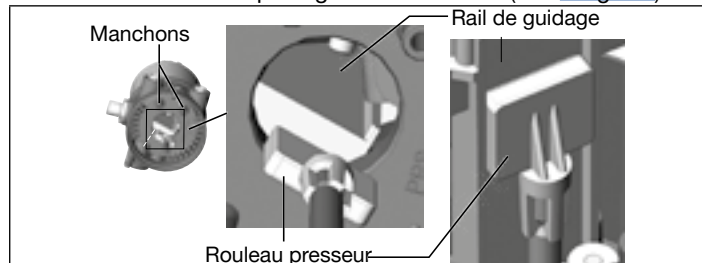

Fig. 6 : Disposition du rouleau presseur et du manchons
2. que les manchons de la tête de commande entrent dans les raccords d'air de pilotage de l'actionneur (voir « Fig. 6 »).